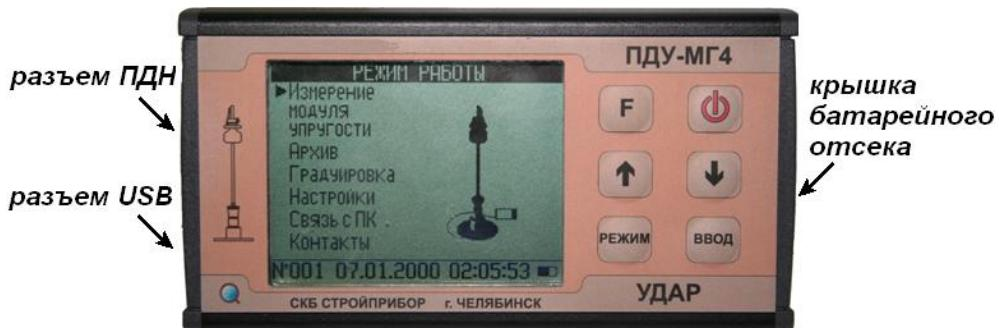

Рисунок 4 – Внешний вид электронного блока
1.4.3 На лицевой панели электронного блока размещен ЖК дисплей и клавиатура, состоящая из шести кнопок (рис. 4).